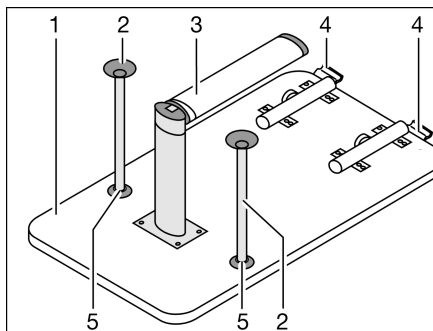

Fig. 93 Struttura di supporto letto
- Sollevare il piano del tavolo (Fig. 93,1) di circa 45° in avanti.
- Ribaltare di 90° all'indietro la parte inferiore del supporto snodabile (Fig. 93,3). A questo scopo, a seconda del modello, tirare verso il basso la parte inferiore del supporto snodabile o premere il bottone di sbloccaggio.
- Nel bloccaggio (Fig. 93,4) premere il bottone di sbloccaggio.
- A seconda del modello, inserire i due montanti di supporto aggiuntivi (Fig. 93,2) negli alloggiamenti (Fig. 93,5) sul lato inferiore del piano del tavolo.